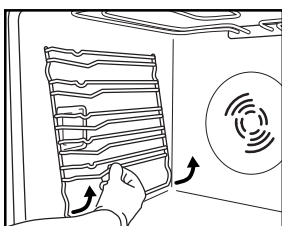

Рис. 3
1. Снимите боковые решетки, на которые устанавливаются принадлежности (Рис. 3).
2. Снимите боковые решетки, на которые устанавливаются принадлежности (Рис. 3).